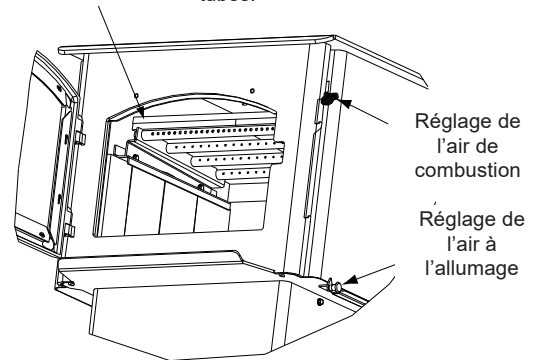
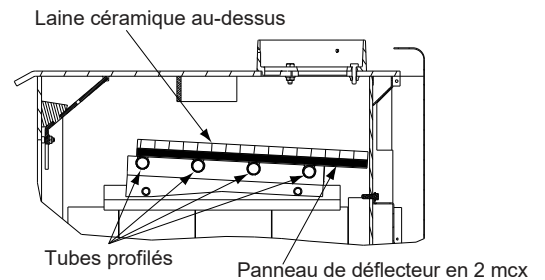

Figure 23.3
Figure 23.4
4. Réinstallez les deux parties du déflecteur l'une après l'autre. Assurez-vous que les deux parties du déflecteur soient à égalité avec le collecteur à tubes avant et qu'elles reposent sur tous les tubes (Figure 23.2, Figure 23.3 et Figure 23.4).